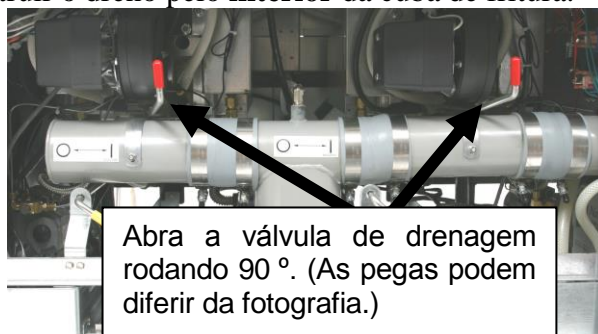

Figura 7
3. Quando solicitado, drene a cuba de fritura para a panela de filtragem rodando a pega da válvula de drenagem em 90 ° (ver Figura 7). Caso necessário, utilize a vareta de limpeza *Fryer's Friend*, para desobstruir o dreno pelo **interior** da cuba de fritura.